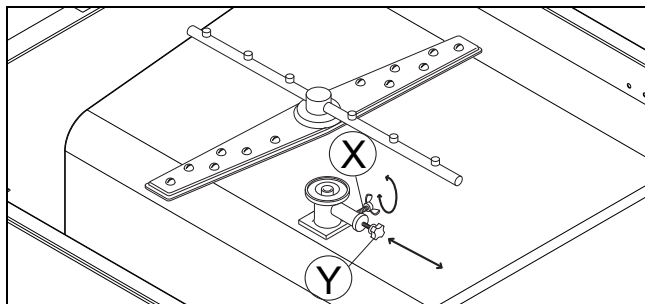

Figure 19 Réglage de la pression de l'eau de lavage
- dévisser l'écrou à ailettes "X" (Figure 19) ;
- appuyer sur la soupape de limitation de pression "Y" (Figure 19) vers l'intérieur, afin de réduire la pression de l'eau dans le bras de lavage inférieur et augmenter ainsi la pression de l'eau dans le bras de lavage supérieur, et faire en sorte que les objets restent dans leur position initiale ;
- revisser l'écrou à ailettes "X" (Figure 19).
- extraire la soupape de limitation de pression "Y" (Figure 19) ;